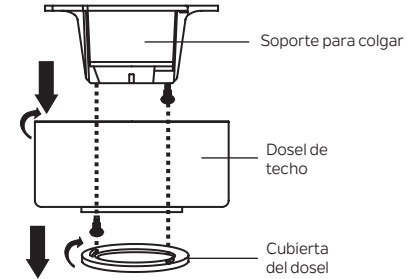

Figura 5
Paso 1. Retire la cubierta inferior decorativa del dosel girando la cubierta en sentido contrario a las agujas del reloj. (Figura 5)